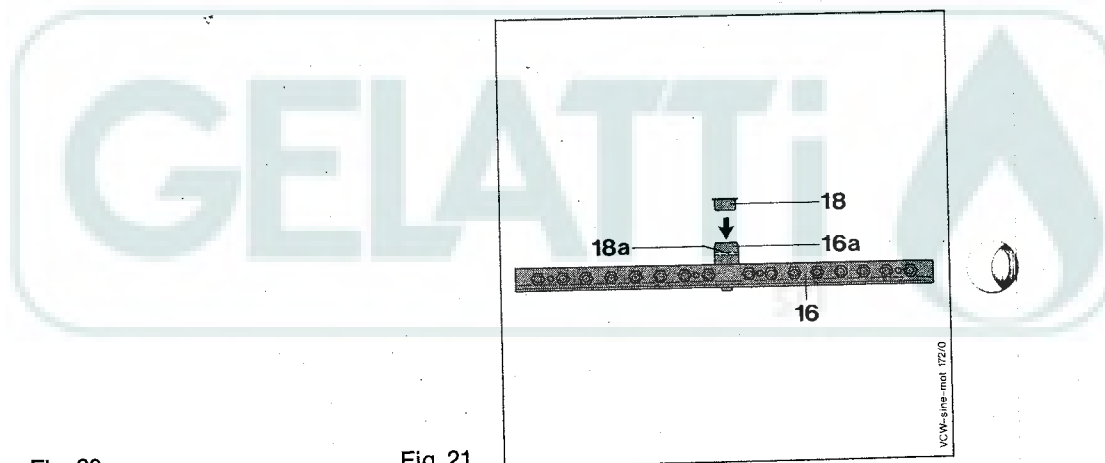

Fig. 21
12.2.5 Cambio del pre-ugello (Fig. 21)